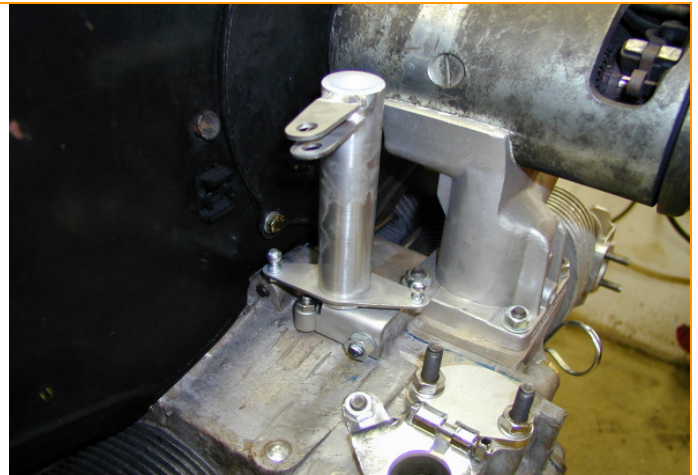

Fig.2
- Montieren Sie den Drehbock links neben der Lichtmaschine an dem Motorgehäusegewindestift und sichern ihn mit der original Unterlegscheibe und Mutter M8, SW13 die Sie vorher los geschraubt haben. Siehe Fig. 2.